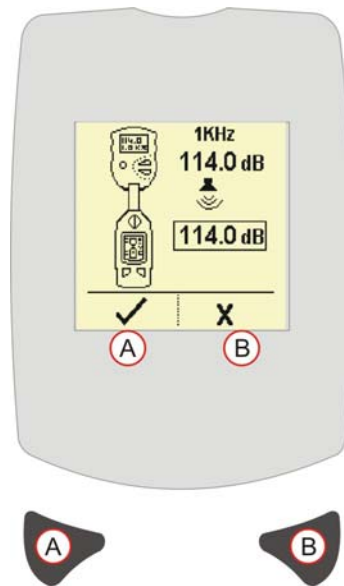

Figura 5 Ecrã do Modo de Calibração
4. Colocar o Calibrador Acústico firmemente sobre o microfone. O aparelho detecta automaticamente um tom de 1KHz de um Calibrador de 94 ou 114 dB e entra em Modo de Calibração (Consultar Figura 5).